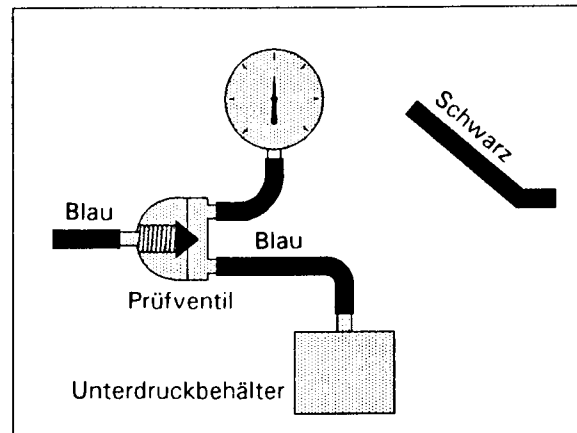

Abb. 1: Test Systemzufuhr
1. **Unterdruck-Testgerät** an **Prüfventil** (Abb. 1) anschl.